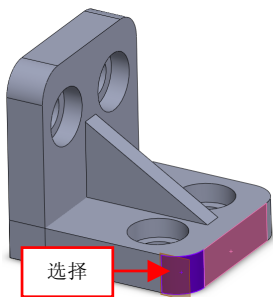

图 4-7 选择左侧圆弧面
(3) 在绘图区中，选择左侧的圆弧面对象，如图 4-7 所示。